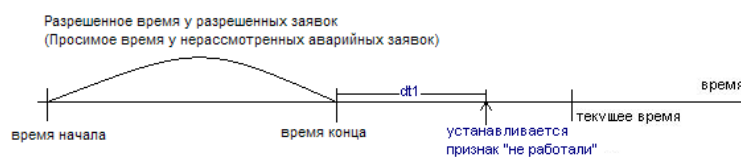

Рисунок 7.64 – Расчет признака «не работали»
- нерассмотренным аварийным заявкам, у которых прошло заданное настройкой dt1 количество часов после конца просимого времени (Рисунок 7.64).